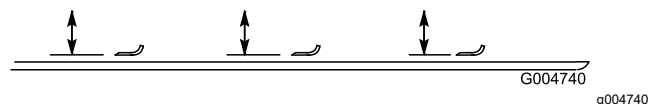

Bild 129
2. Drehen Sie die Messer, bis die Enden nach vorne und hinten zeigen und messen Sie von der Innenseite des Mähwerks bis zur Schnittkante an der Vorderseite des Messers (Bild 129).